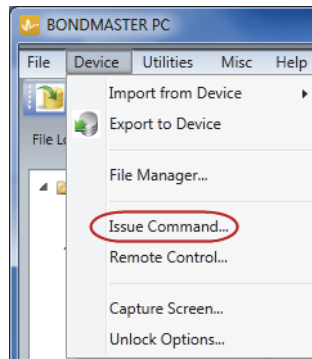

Figura 7-12 Il menu Device – Issue Command
1. Nel menu **Device** (dispositivo), selezionare **Issue Command** (invio comando) [vedere Figura 7-12 a pagina 199].